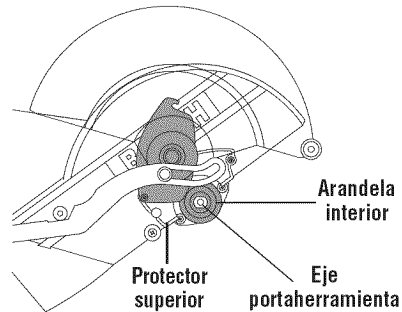

Figura 3. Instalación de la hoja
6. Para instalar la hoja de 12 pulgadas, póngala entre los deflectores de viruta y en el eje, así como sobre el anillo de soporte de 1 pulgada de la arandela interior (Figura 3).